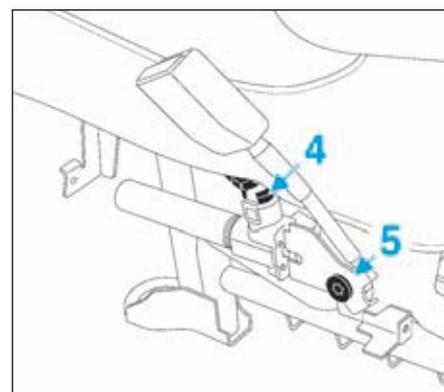

FIG.10
- Débrancher le connecteur électrique (4) (Fig.10).
- Déposer la vis de fixation (5), puis le prétensionneur.